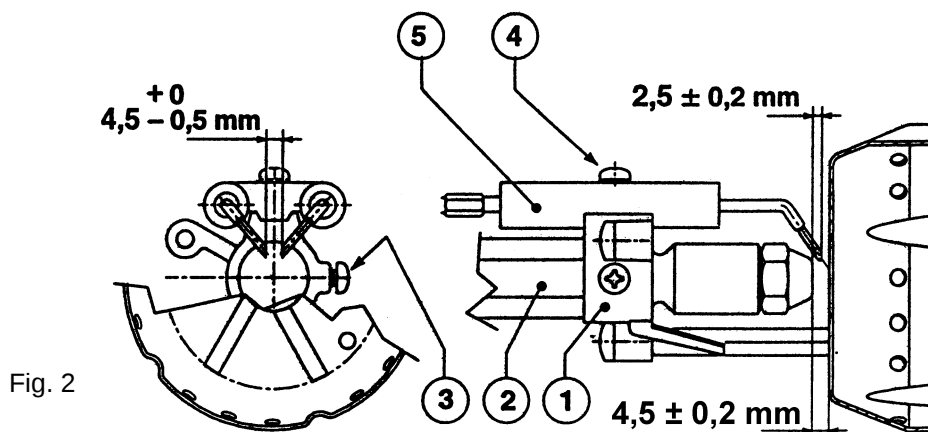

Fig. 2
Demontera tändkablar (4) från elektrod-blocken (5) genom att lossa skruven (3, fig. 2).